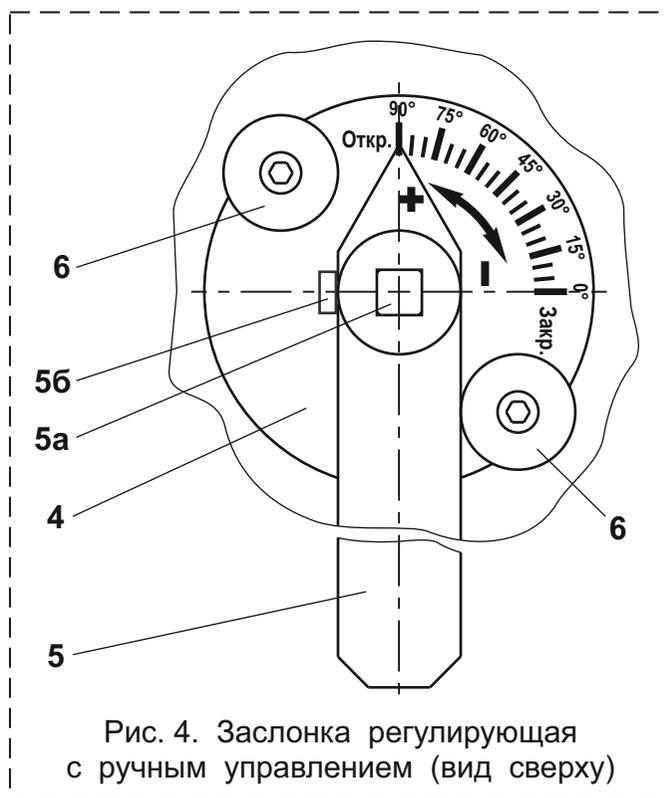

Рис. 4. Заслонка регулирующая с ручным управлением (вид сверху)
4.3.2 Регулирование расхода количества проходящего газа через заслонку осуществляется путем поворота ручки управления 5, закрепленной на выходном конце вала 5а (рис. 4). На шкале 4 нанесены стрелки и знаки "+" и "-", указывающие на изменение угла открытия заслонки.